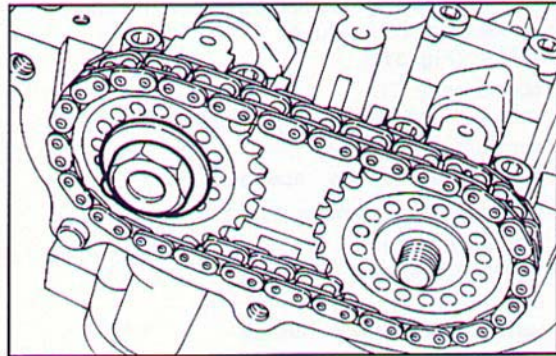

Fig. 308 ▲
- inserire la rondella di fermo e chiudere provvisoriamente il dado (Fig. 308);
- insert the stop washer and lock the nut temporarily (Fig. 308);